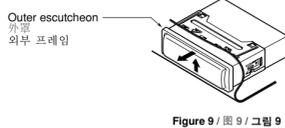

Figure 9 / 图 9 / 그림 9
2. Press the outer escutcheon upward and remove it. (Figure 9)